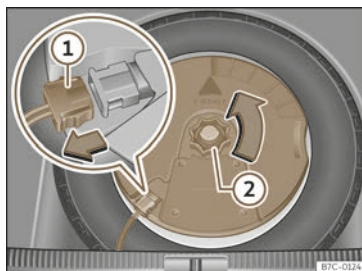

Abb. 250 Im Gepäckraum: Subwoofer ausbauen.
- Ziehen Sie das Subwoofer-Lautsprecherkabel heraus >>> (Abb. 250) ①.
- Drehen Sie das Befestigungshandrad entgegen dem Uhrzeigersinn heraus >>> (Abb. 250) ②.